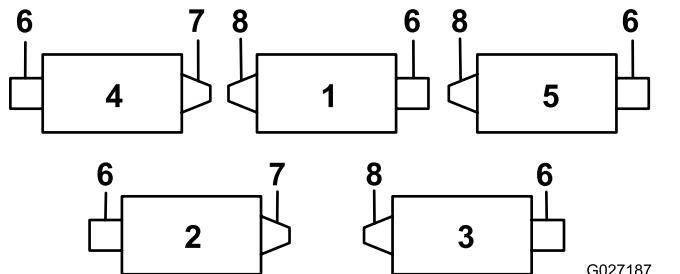
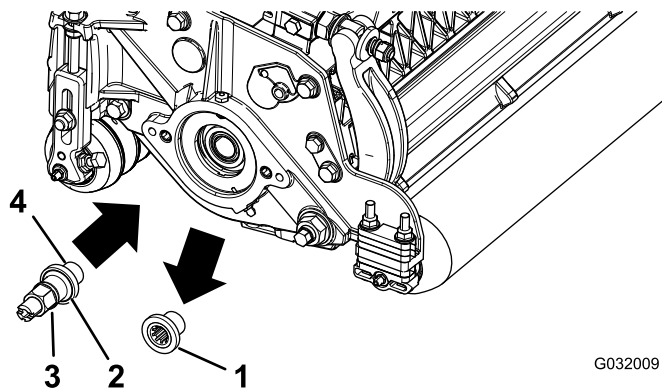

図 1
図 2
カッティングユニットはすべて左側にカウンタウェイトを取り付けて出荷しています。図 1 を見てローラブラシとリールモータの位置を確認してください。
6. カッティングユニットについている後ローラブラシ駆動部用のねじ山付きインサート **図 1** を外して捨てる **図 2**。
注 左ねじインサートがついているカッティングユニットは、1番、3番、5番です **図 1**。
8. 駆動シャフトのねじ山 **図 2** にロックングコンパウンドを塗り、駆動シャフトを取り付けてトルク締めする $115\text{N}\cdot\text{m}$ $12\text{-}13\text{kg}\cdot\text{m}$ = $85\text{95ft}\cdot\text{lb}$ 。